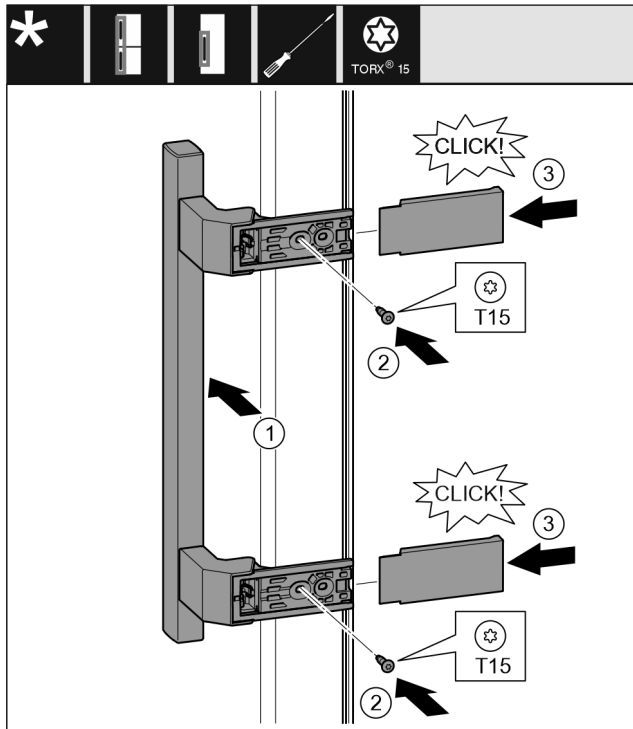

Fig. 20
- Pange käepide vastasküljel kohale. Fig. 20 (1)
- Keerake kruvid kruvikeerajaga T15 kinni. Fig. 20 (2)
- Pange katted küljel kohale ja lükake peale. Fig. 20 (3)